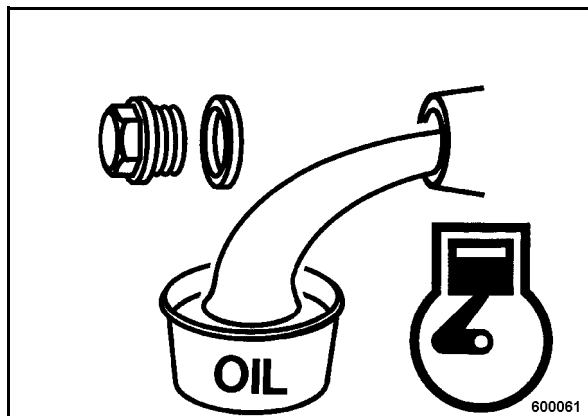

рис. 47
- Вывинтить резьбовую пробку маслосливного отверстия (рис. 47), слить и уловить отработанное масло.